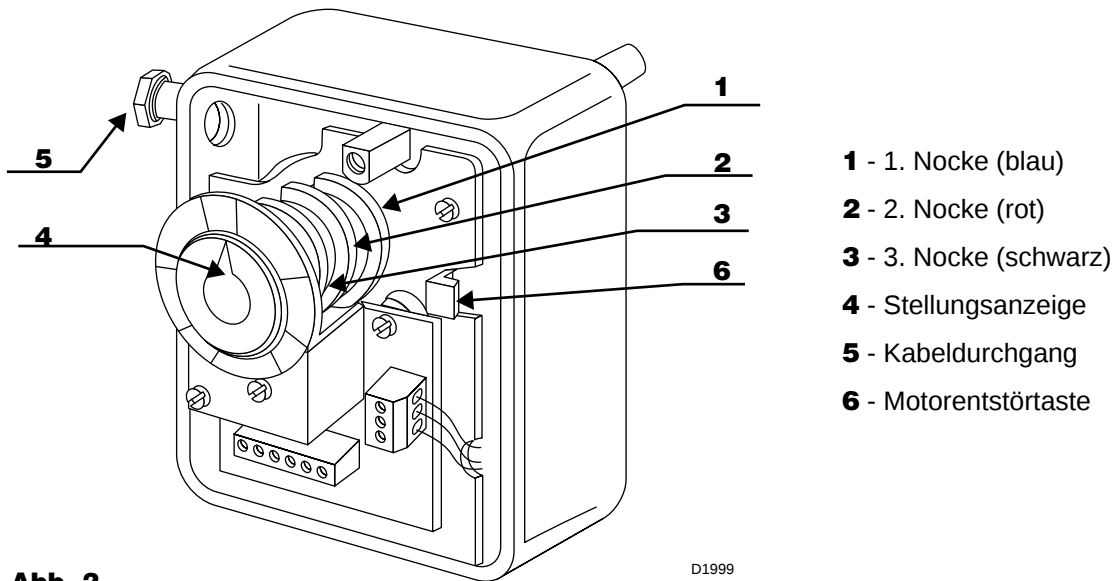

Abb. 2
- Nach dem Start sofort die Spannung am Stellmotor durch öffnen der Steckverbindung auf der Konsole (19, Abb. 1) abschalten. So bleibt der Brenner auf Min. - Last in Betrieb. Die Nocke (1) Abb. 5 vom Stellmotor durch Druck auf die Entstörtaste (6) (Abb. 2) lösen.
Die Luftklappeneinstellung wird durch Verstellung der Nocke mit einstellbarer Kurve vorgenommen. Dieser Vorgang soll nach der Druck-Brennerkopfeinstellung erfolgen. Wenn der Brenner in Betrieb ist, die Spannung am Stellmotor abschalten, und den Stellmotor durch Druck auf die Entstörtaste (6) Abb. 2 austrasten.